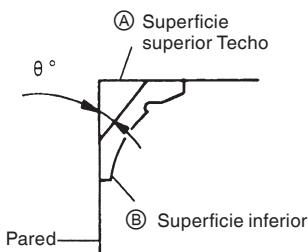
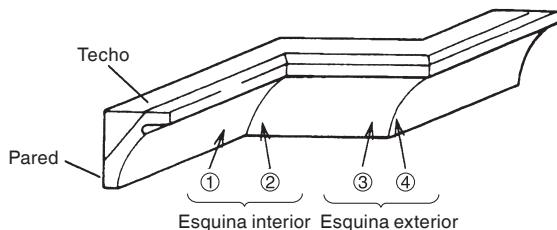
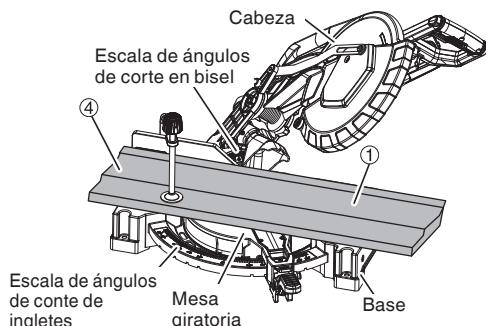

Fig. 23
Fig. 24
Fig. 29
En la Fig. 23 se muestran los tipos de moldura en vértice con ángulos de ( $\theta$ )  $38^\circ$  y  $45^\circ$ . Con respecto a las molduras en vértice típicas, consulte la Fig. 24.
(1) Ajuste para cortar molduras en vértice a los posiciones ① y ④ de la Fig. 24 (consulte la Fig. 25, incline la cabeza hacia la izquierda):
- ① Gire la mesa giratoria hacia la derecha y ajuste el ángulo de ingletes de la forma siguiente:
- ② Incline la cabeza hacia la izquierda y ajuste el ángulo de corte en bisel de la forma siguiente:
- ③ Coloque la moldura en el vértice de forma que la superficie superior (Ⓐ de la Fig. 23) entre en contacto con la escuadra de guía como se indica en la Fig. 27.
(2) Ajuste para cortar molduras en vértice a los posiciones ② y ③ de la Fig. 24 (consulte la Fig. 26, incline la cabeza hacia la izquierda):
- ③ Coloque la moldura en el vértice de forma que la superficie superior (Ⓐ de la Fig. 23) entre en contacto con la escuadra de guía como se indica en la Fig. 28.
(1) Ajuste para cortar molduras en vértice a los posiciones ① y ④ de la Fig. 24 (consulte la Fig. 29, incline la cabeza hacia la derecha):
- ③ Coloque la moldura en el vértice de forma que la superficie superior (Ⓐ de la Fig. 23) entre en contacto con la escuadra de guía como se indica en la Fig. 31.
(2) Ajuste para cortar molduras en vértice a los posiciones ② y ③ de la Fig. 24 (consulte la Fig. 30, incline la cabeza hacia la derecha):
- ③ Coloque la moldura en el vértice de forma que la superficie superior (Ⓐ de la Fig. 23) entre en contacto con la escuadra de guía como se indica en la Fig. 32.